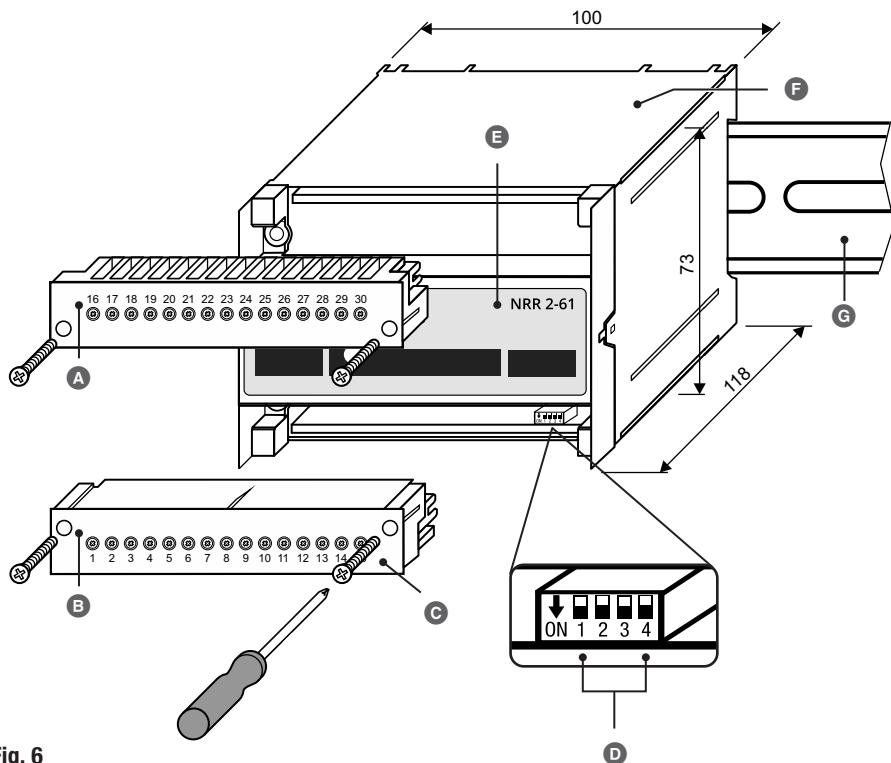

Fig. 6
Em caso de necessidade, a velocidade de transmissão e o grupo regulador do regulador de nível pode ser ajustada a qualquer altura NRR 2-61 no interruptor de codificação  (ver **Fig. 6**).
2. Desaparafusar e retirar o bloco de terminais inferior, ver **Fig. 6**.
3. Efetuar os ajustes pretendidos no interruptor de codificação  (ver **Fig. 6**), ver página 23, **Fig. 10**.
Para a operação, tem de ser determinado no interruptor de codificação **Ⓢ** Fig. 6 o grupo regulador e a velocidade de transmissão para o regulador de nível. Da ligação dos diferentes eléctrodos de nível e da parametrização correspondente na unidade de comando e visualização URB 60 resultam as funções do regulador pretendidas.